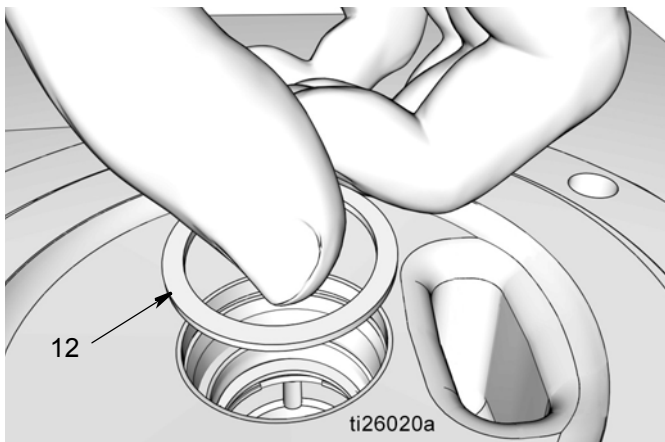

FIG. 34
- e. Coloque el espaciador (12) (FIG. 34).